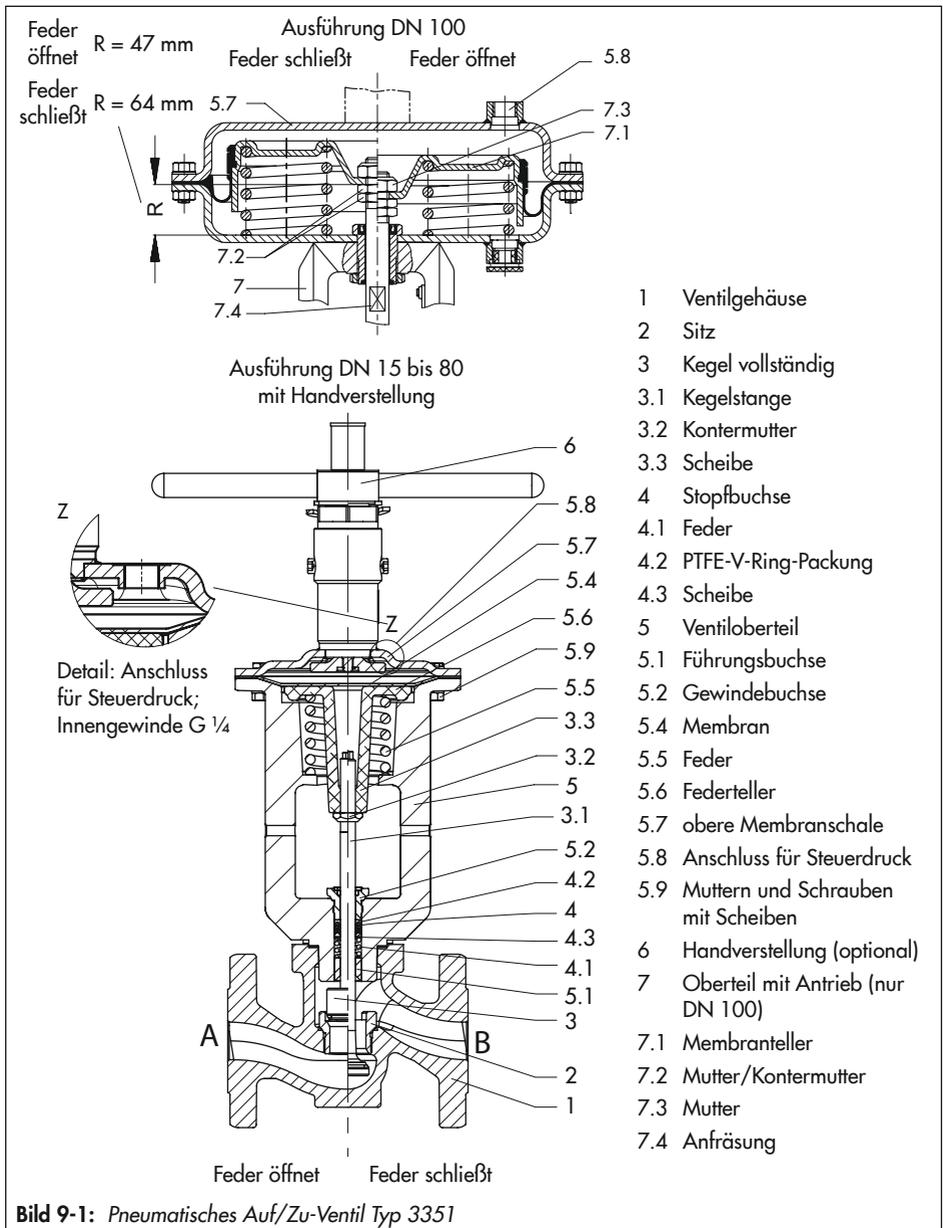

Bild 9-1: Pneumatisches Auf/Zu-Ventil Typ 3351
4. Flachdichtring (1.2) ins Gehäuse einlegen. Ventiloberteil (5) auf das Gehäuse setzen, bei der Ausführung „Feder schließt“ dabei Kegelstange anheben und vorsichtig durch die Stopfbuchse führen. Ventiloberteil mit Muttern (1.1) gleichmäßig festschrauben. Kontermutter (3.2) bis Gewindeende auf die Kegelstange schrauben. Scheibe (3.3) auflegen.
5. Mutter und Kontermutter nach Stichmaß R (vgl. Bild 9-1) auf die Kegelstange aufschrauben und festziehen. Dabei muss der Kegel am Sitz anliegen.